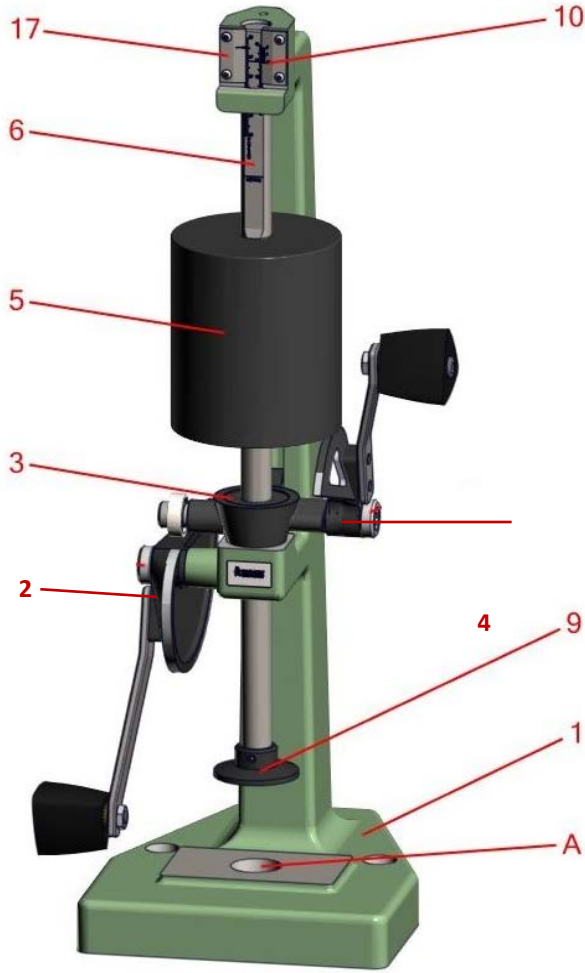

图1：型砂制样锤的主要组件
本设备（图1）的框架（第1项）、辅助凸轮（第2项）及主凸轮（第4项）采用高强度铸铁制成。其余部件均采用硬化钢制成，并且经过特殊涂层处理，从而防止在有腐蚀性的实验室环境中生锈。
2. 放置基架时，必须确保其上部法兰完全水平；任何倾斜都会影响锤座和型砂制样锤，并且阀杆（图1第6项）将无法保持竖直状态。根据需要加垫片，并用螺栓将基架牢牢固定在地面上。
5. 用轻油（**SAE 10**）润滑阀杆（图1第6项）。用干净的吸水布擦掉多余的油。使阀杆表面留有薄薄一层油，以确保滑动自如。设备必须始终保持所述状态。
6. 切勿在试样管中没有型砂砂体的情况下旋转主凸轮（图1第4项），以免下落的重块（图1第5项）产生的冲击能量被框架（图1第5项）吸收，影响校准。
型砂制样锤上设计有四个刻度。其中两个贴在框架上，分别是左侧的2"（AFS标准）或50 mm（公制标准）游标刻度（图1第17项）和右侧的试样高度游标刻度（图1第10项）。另外两个刻度直接蚀刻在阀杆（图1第6项）上，分别是紧实率刻度（左侧）和试样高度刻度（右侧）。
5. 轻轻地将底座与试样管组装件移到型砂制样锤基座上的底座支架（图1第A项）上。
6. 轻轻地旋转辅助凸轮（图1第2项），使阀杆（图1第6项）和压脚（图1第9项）下降到试样管内制备好的型砂中。缓慢旋转主凸轮（图1第4项）三圈，使重块下落三次。
7. 使用左侧游标刻度上的2"标记（或50 mm公制标准标记）（图1第17项），从蚀刻在阀杆左侧的紧实率刻度（图1第6项）上读取相应的紧实率数值并予以记录。
7. 轻轻地将底座与试样管组装件移到型砂制样锤基座上的底座支架（图1第A项）上。
8. 轻轻地旋转辅助凸轮（图1第2项），使阀杆（图1第6项）和压脚（图1第9项）下降到试样管内制备好的型砂中。缓慢旋转主凸轮（图1第4项）三圈，使重块下落三次。
3. 将辅助凸轮（图1第2项）和压脚（图1第9项）升离试样管组装件之前，使用右侧试样高度游标确定实际试样高度，精确到 $1/128"$ （0.1 mm）：将右侧试样高度游标与蚀刻在阀杆右侧的试样高度刻度之间最接近的两个蚀刻标记对齐。该步骤如下图所示。记录该数值。